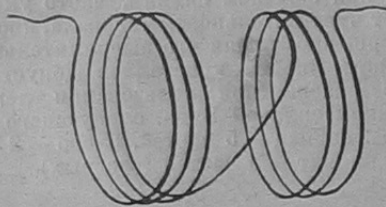

Рис. 2. Направление витков катушек.
**Самондукция *L*** состоит из двух катушек. Каждая из них состоит из 30 витков звонковой проволоки. Диаметр катушки — 8 сантиметров. После намотки, катушки обматываются изоляционной лентой и соединяются между собою так, чтобы витки одной катушки служили продолжением витков другой (см. рис. 2).